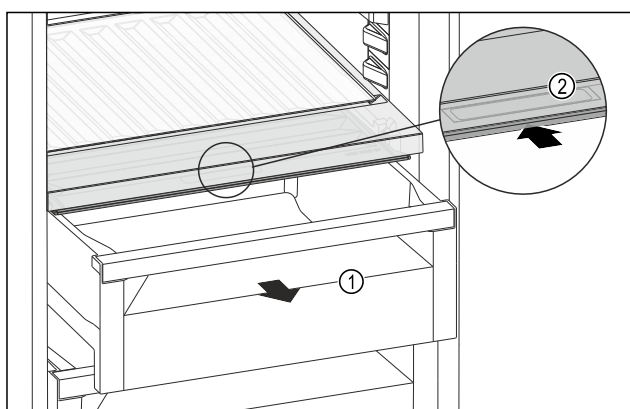

Fig. 177
- Schubfach Fig. 177 (1) herausziehen.
- Griffmulde Fig. 177 (2) am Fachdeckel anfassen und Fachdeckel gleichzeitig nach hinten schieben.